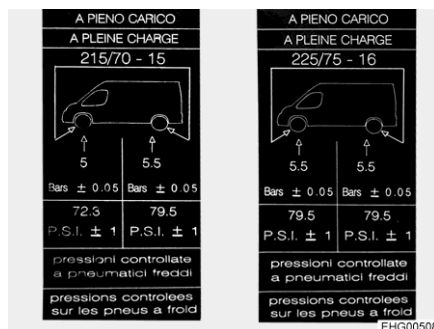

Bild 124 Hänvisningsetiketter om däcktrycket på B-stolpen (exempel)
- ▷ Hänvisningsetiketter med önskat däcktryck är fästa på insidan av B-stolpen (se Bild 124).